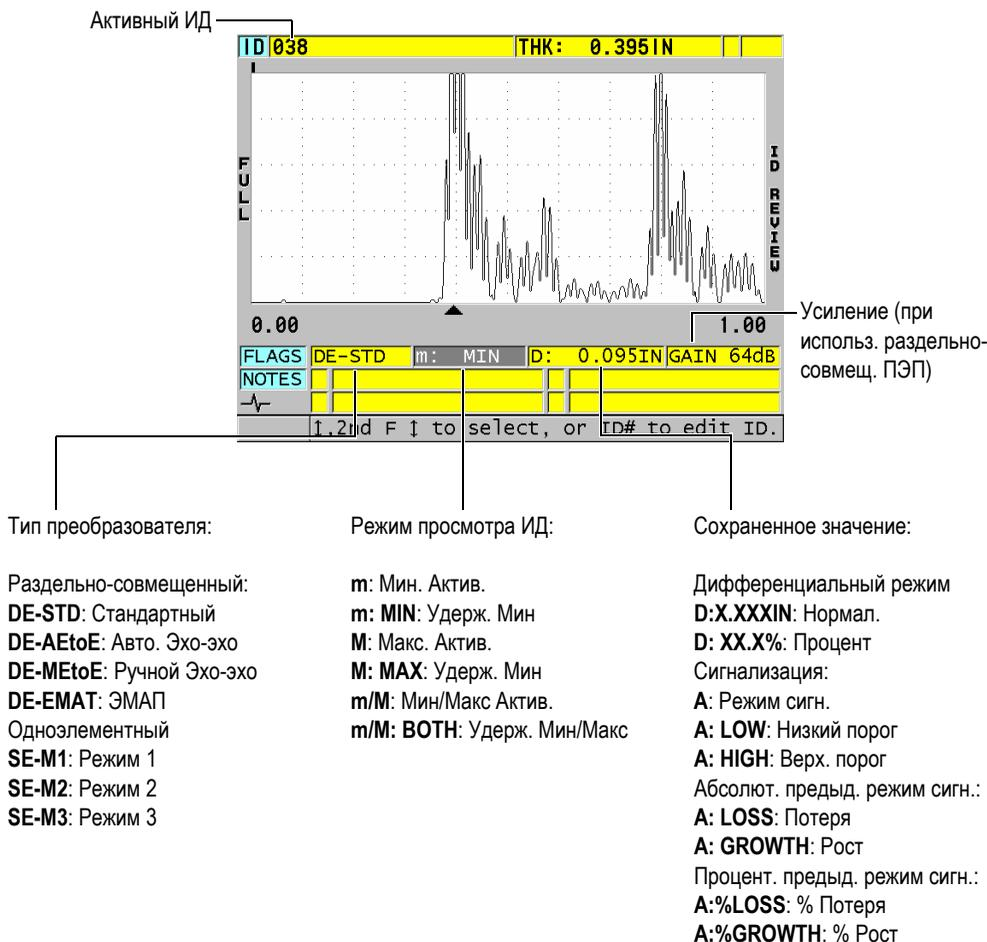

Рис. 11-27 Содержание экрана просмотра ИД
На Рис. 11-27 на стр. 221 показан пример экрана просмотра ИД и краткое описание его содержимого. Область ниже А-скана предназначена для флажков состояния, объясняющих значения отображенных на экране данных толщины. Флажки состояния представляют собой аббревиатуру, состоящую из первых букв составляющих слов (см. «Средства коммуникации и передача данных» на стр. 269).
3. На экране просмотра ИД (см. Рис. 11-27 на стр. 221):